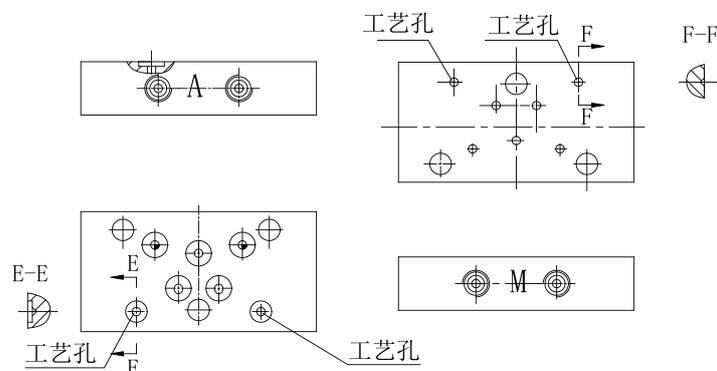

图 17
11.4.5 递进式分配器出油口不能任意堵塞, 如堵塞某个出油口会导致分油器全部不出油。如用户设计选用与现场实际使用有多余的孔, 则: A. 外部采用三通接头连接使用。B. 将首片 A 片、中间片 M 片上面左或右角工艺孔钻通, 以与相邻片的出油孔相通(必须注意不能有铁屑与毛刺粘入分配器内, 造成故障), JPQ1-N 型 O 型圈 规格 4×1.8。(见图 17) 建议在订货前提出, 由制造厂加工。